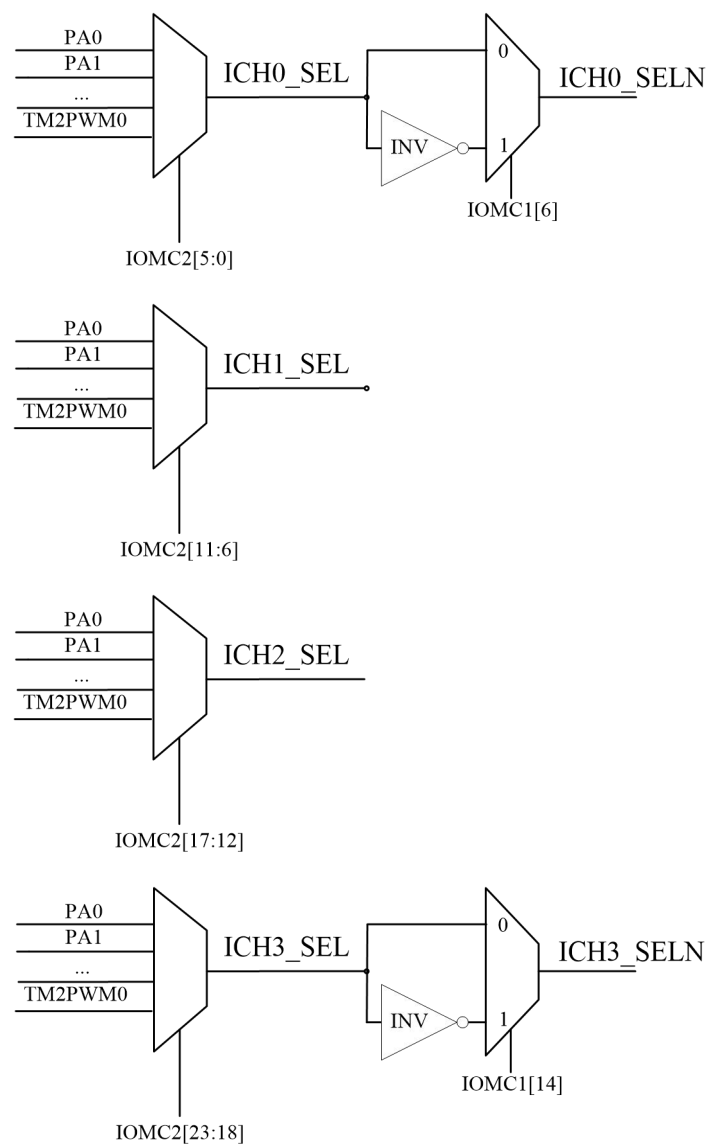

图 1 IO 的输入选通
1. 输入：IOMC 寄存器用于配置输入映射，各模块输入映射根据需求有所不同，现以 ICH0\_SEL 为例如图 1。